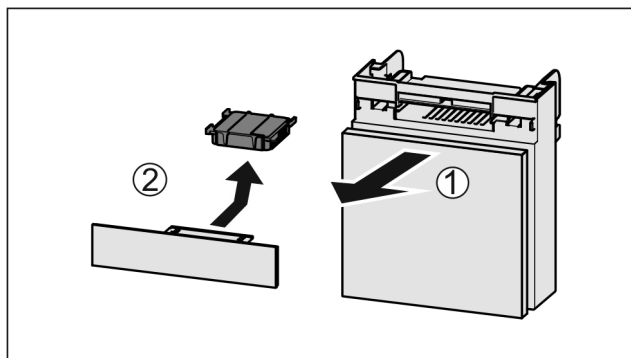

Fig. 123
- Zásuvku vytáhněte dopředu Fig. 123 (1).
- Filtr s aktivním uhlím vyjměte Fig. 123 (2).